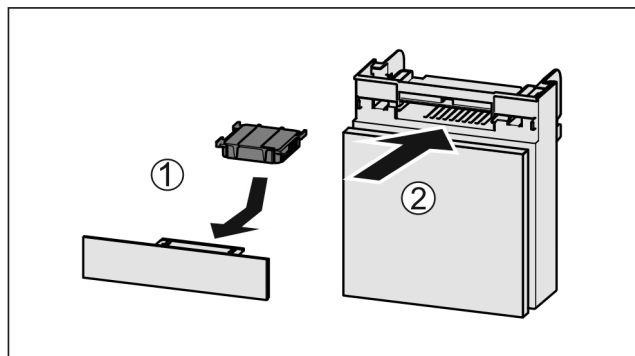

Fig. 134
- Aktivkohlefilter nach Abbildung einsetzen Fig. 134 (1).
- Fach einschieben Fig. 134 (2).